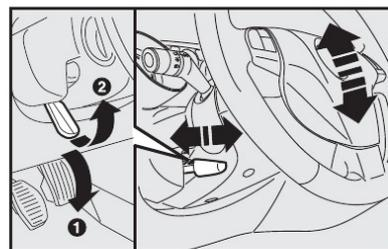

fig. 14
VOLANTE - fig. 14
- 1) deslocar a alavanca A para a posição 1-fig. 14;